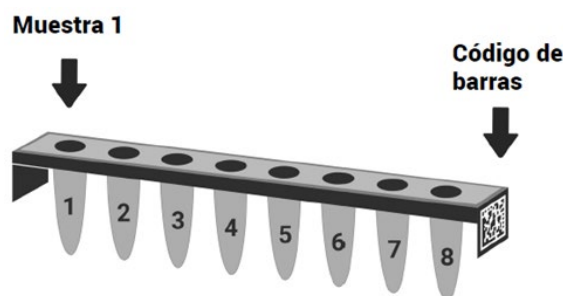

Figura 3. Orientación requerida de las muestras en la *Sample Input Strip*
**NOTA:** En el equipo *Magnis NGS Prep System* la muestra se debe situar como se observa en la Figura 3, con la Muestra 1 cargada en el pocillo más alejado del código de barras.